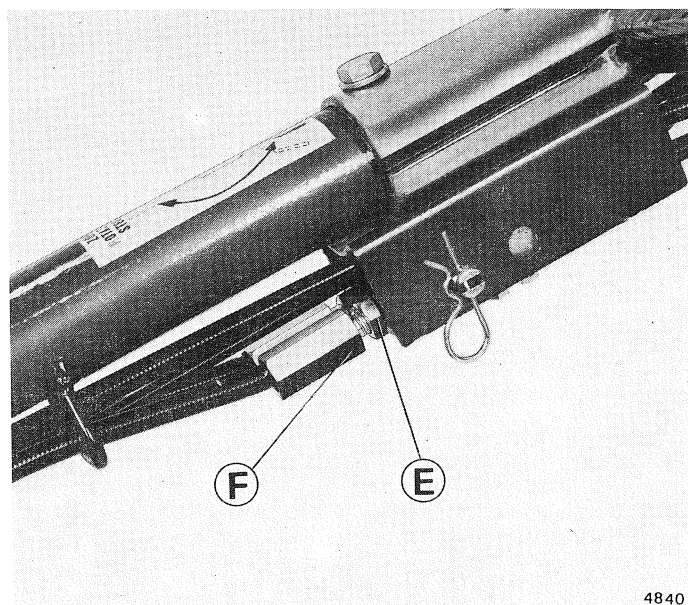

Fig. 9
- Allentare i dadi **E** (fig. 9).